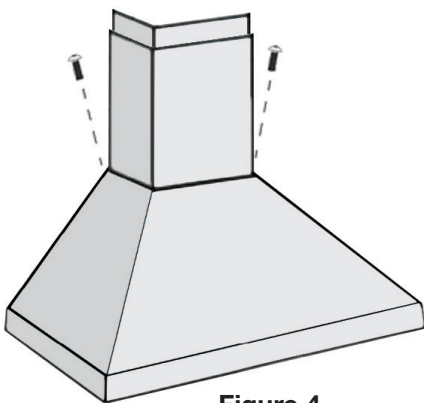

Figure 4
- Utilisez deux (2) vis (D) pour fixer la cheminée inférieure à la hotte (figure 4).